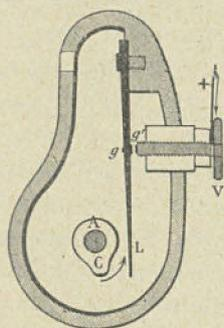

Fig. 48. — Interrupteur à trembleur mécanique.
**L'interrupteur.** — Il y a beaucoup de modèles d'interrupteurs, suivant que l'interruption est produite mécaniquement ou par un électro-aimant; nous n'étudierons que les interrupteurs à trembleur mécanique (fig. 48).